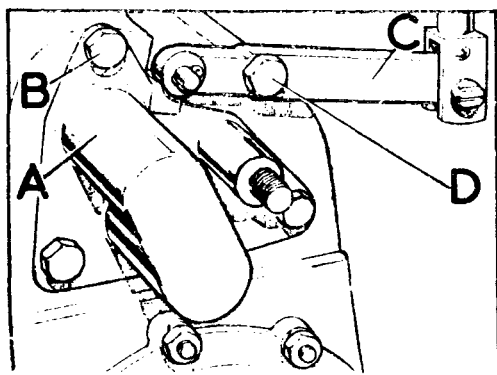

Fig. C1-51 Mandos de las barras correderas
- 1.1.1. Desmontar la palanca transversal, C, (Fig. C1-51) para la tracción total